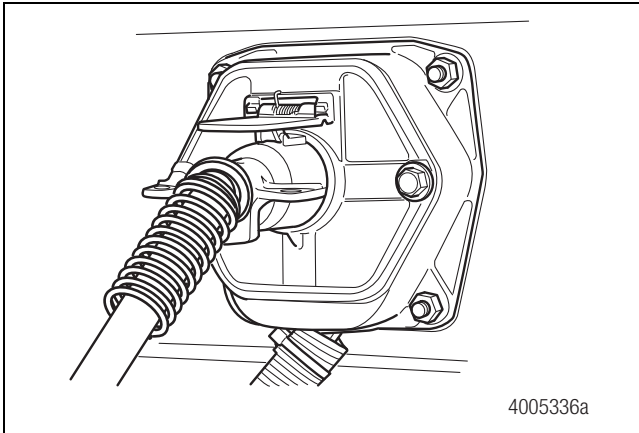

Figura 3.3
4. Conecte una fuente de alimentación de 12 voltios a la caja de siete vías del semirremolque. Figura 3.3.